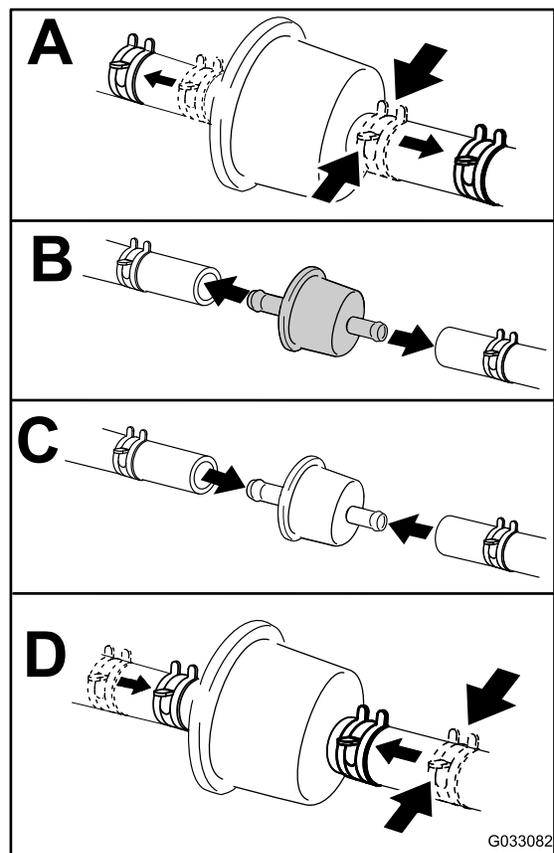

Bild 49
4. Tauschen Sie den Kraftstoffilter aus (Bild 49).